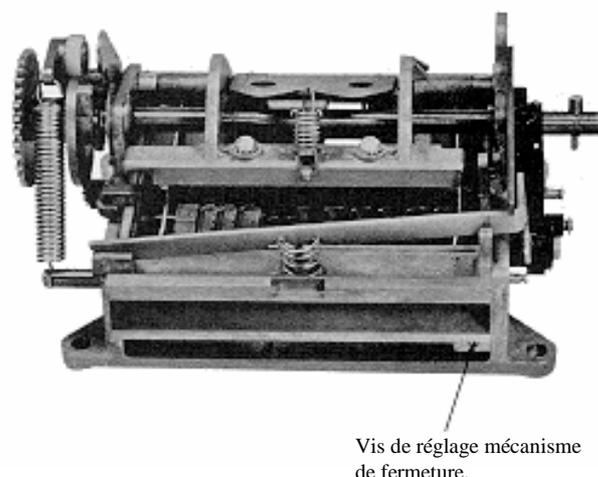

Figure 18. Vis de réglage du mécanisme de fermeture tambour droit
1. Le réglage fermeture du tambour droit de l'imprimeur s'effectue en tournant la vis de réglage, figure 18. En tournant dans le sens des aiguilles d'une montre, la fermeture survient pour un chiffre élevé et dans le sens inverse des aiguilles d'une montre, elle survient pour un chiffre bas.